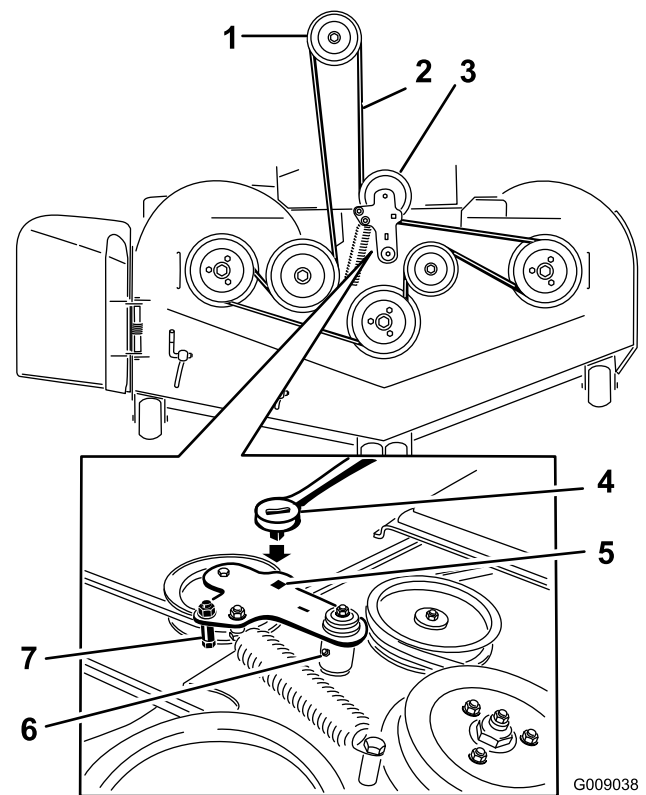

Figura 102
6. Levante la chapa de suelo e introduzca una llave dinamométrica en el taladro cuadrado del brazo tensor de la carcasa (Figura 102).
7. Gire cuidadosamente el brazo tensor de la carcasa en el sentido de las agujas del reloj y retire la correa del cortacésped (Figura 102).